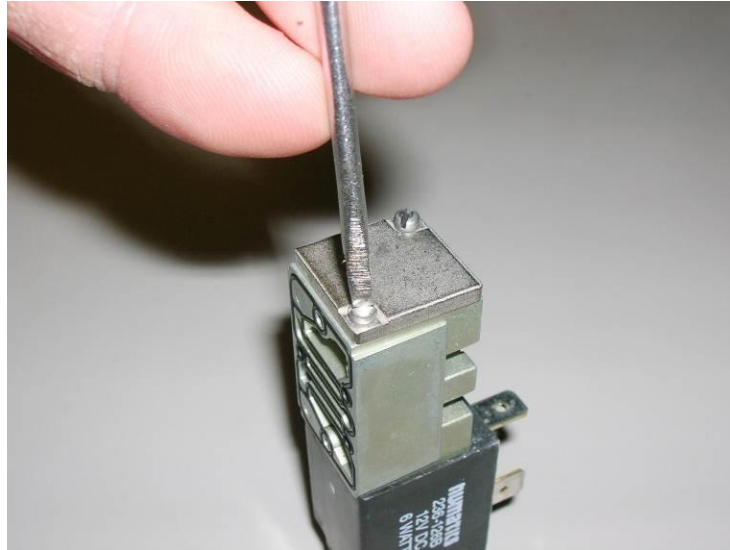

Figura 5-6
5. Coloque cuidadosamente la tapa cuadrada en el extremo, comprimiendo el resorte y coloque nuevamente los dos tornillos. Haga la conexión apretada pero no la apriete demasiado (Figura 5-6).